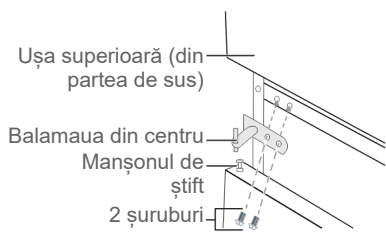

Fig.11
12. Instalați balamaua centrală pe partea din stânga a cabinetului folosind două șuruburi (→ Fig. 11).